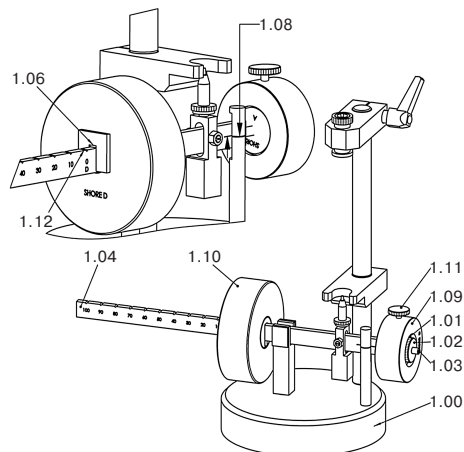

Рис.2. Установка диапазонов измерений по Шору D, С, D0.
- Закрутите противовес по Shore D (1.09, Рис.2) на противовесе Shore A (1.01, Рис.2).
- Затяните гайку с накаткой (1.11, Рис.2).
- Переместите подвижный груз D (1.10, Рис.2) на ноль, позиция «D» (1.12, Рис.2).
Упорная пластина (1.06, Рис.2) подвижного груза (1.10, Рис.2) должна быть со свободной стороны балансирующего плеча (1.04, Рис.2).
- Поворачивайте противовес (1.09, Рис.2) пока отметки (1.08, Рис.2) не совпадут.